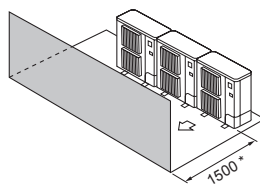

Fig. 2-15
- ③ Enbart hinder på framsidan (Fig. 2-15)